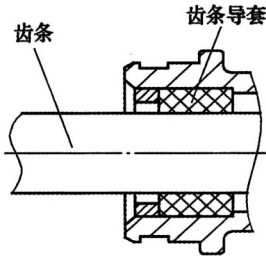

图2 齿条导套与齿条零件间隙配合
(2) 齿条导套与齿条零件配合间隙过大 齿条导套起滑动轴承的作用，支撑齿条在其内孔中来回滑动（见图2）。齿条导套内孔支撑面与齿条接触发生塑、弹性变形，紧密贴合在齿条外圆上，配合为零间隙。当齿条导套内孔尺寸过大，使得其与齿条的配合变为间隙配合，车辆在石块路上行驶时，将造成齿条在齿条导套孔内发生振动，引起异响。保证齿条导套与齿条零件无间隙配合，可消除此类异响。
(1) 齿条与齿条导套配合面润滑不充分 如前所述，齿条导套通过内孔的弹性变形，与齿条零间隙配合（见图2）。若装配时，未在其配合面涂润滑油或涂油量不足，使其配合面不能充分润滑，齿条运动时，由于干摩擦发出声响。表现为车辆行驶或驻车状态，左右晃动方向盘，转向器右端发出“叽叽”声。转向器装配时，在齿条右侧完整圆柱面均匀涂满润滑油脂，使齿条、齿条导套配合面充分润滑，可避免此类异响。